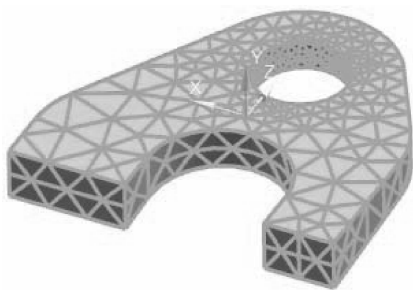

图 9-9 FEM 模型
- 有限元模型 (FEM) 文件：包含网格（节点和单元）、物理属性和材料。FEM 文件中的所有几何体都是多边形几何体。如果对 FEM 进行网格划分，则会对多边形几何体进行任何进一步几何体抽取操作，而不是理想化部件或主模型部件。FEM 文件与理想化部件相关联。可以将多个 FEM 文件与同一理想化部件相关联，如图 9-9 所示。